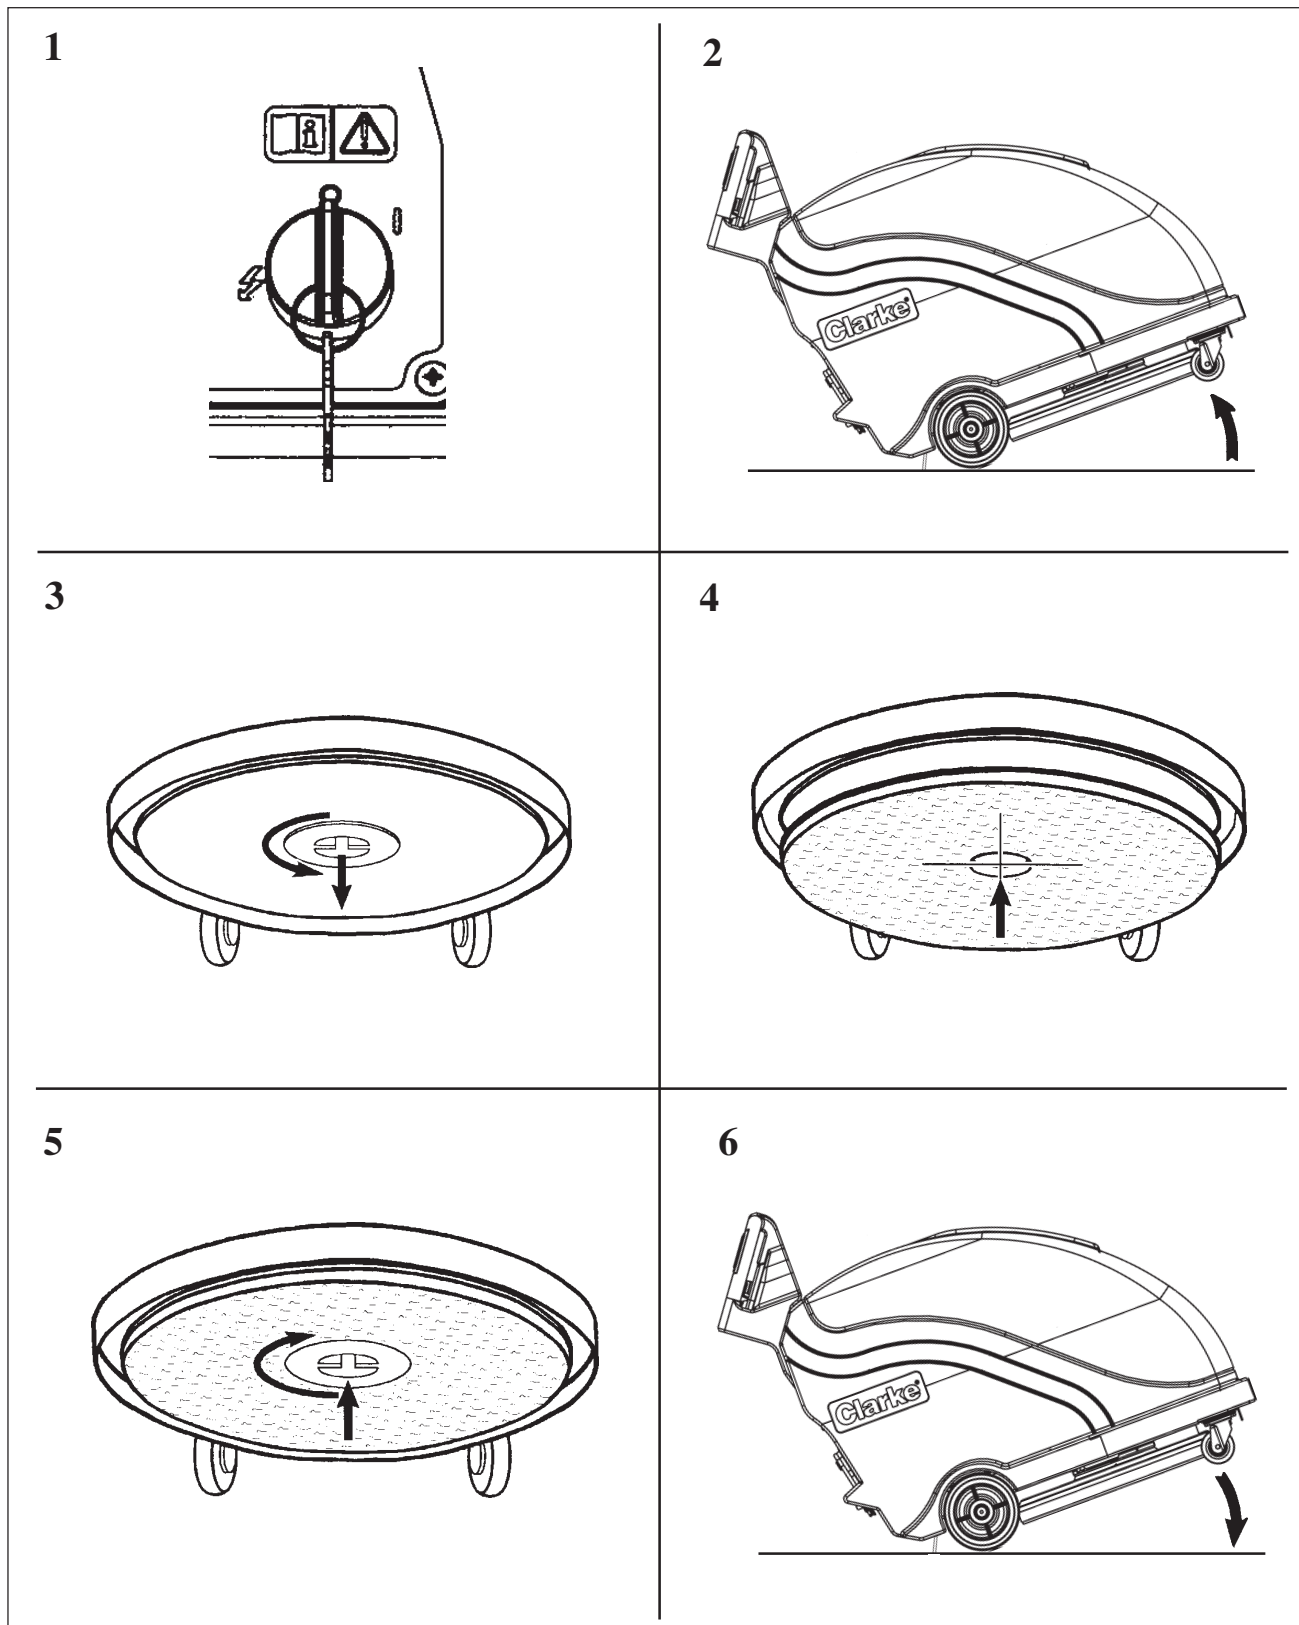

Figura 6
Para colocar o quitar el disco, sigue el procedimiento siguiente (ver pasos 1 - 6 en la figura 6):
2. Coloque la máquina en la posición que se muestra (2) para tener acceso al retenedor de almohadilla.
6. Levante la parte trasera de la máquina para bajar el alojamiento del disco, tirando de las empuñaduras hacia arriba como indicado en la figura 6 (6).